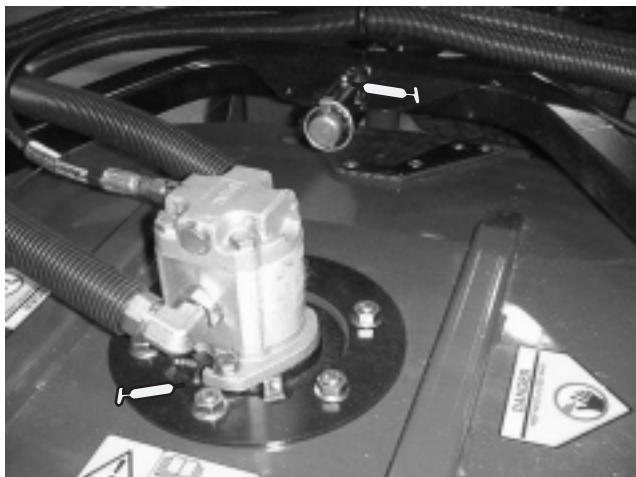

Figure 24
- Paliers d'axes de pivots de plateau de coupe (1 par plateau de coupe) (Fig. 24).
- Bagues de bras de bâti porteur de plateau de coupe (1 par plateau) (Fig. 24).